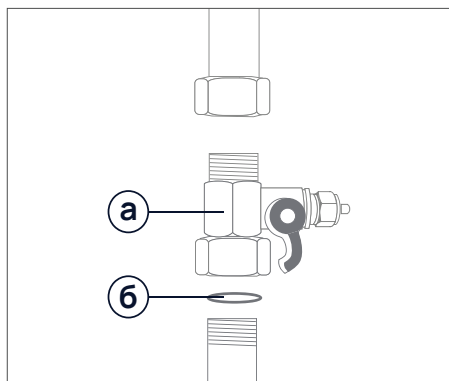

Рис. 6.
1. Установите адаптер-вентиль (а) между магистралью холодной воды и гибкой подводкой вашего смесителя. Уплотните соединение адаптера-вентилья с магистралью при помощи поставляемого в комплекте уплотнительного кольца (б), как на рис. 6.